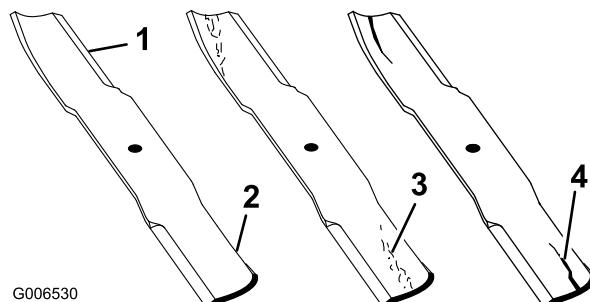

Figure 75
1. Examinez le tranchant des lames (Figure 75). Si les lames coupent mal ou présentent des indentations, déposez-les et aiguisez-les (voir Aiguisage des lames).
2. Inspectez les lames, surtout la partie incurvée. Remplacez immédiatement toute lame fendue, usée ou qui présente une entaille (Figure 75).